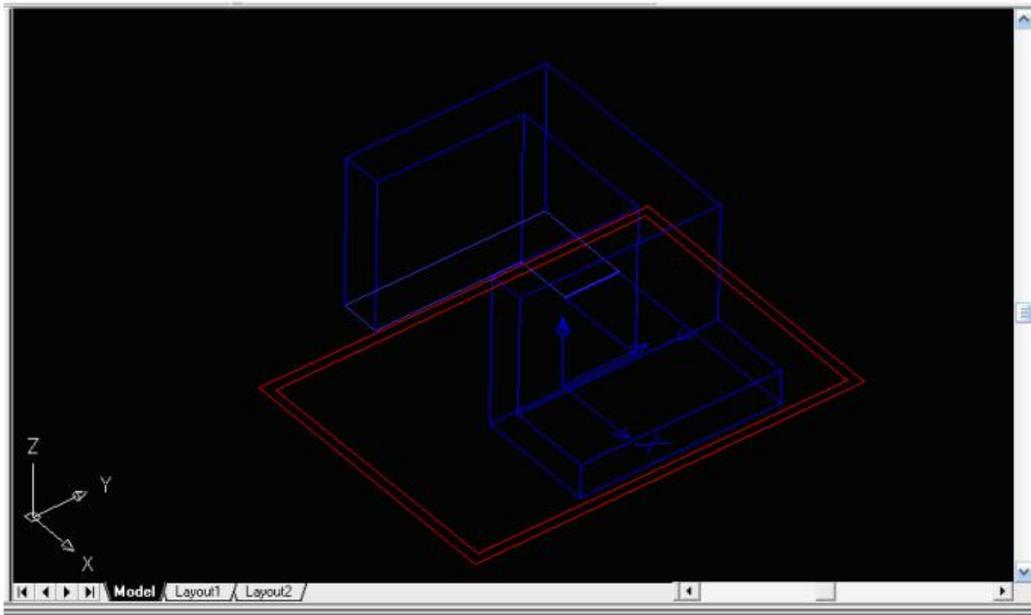

Figura 40
20. finalmente agregaremos el círculo como lo hicimos con el rectángulo para completar la figura, ahora seleccionaremos la cara horizontal del rectángulo para colocar el círculo como vemos en la *figura 40*.